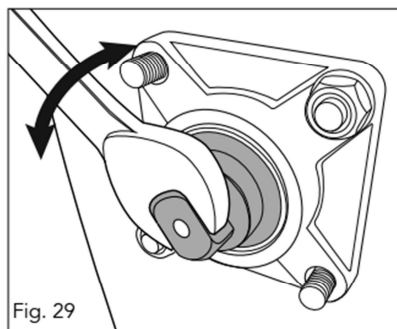

Fig. 29
4. Faites pivoter l'arbre à lames en utilisant une clé de 17 mm (non fournie) (fig. 29).